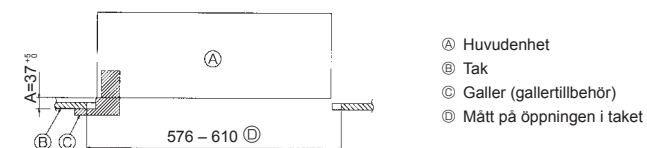

Fig. 4-6
3. När huvudenheten inte kan inrikas mot monteringshålet i taket kan den justeras med hjälp av en slits som finns på monteringsplåten. (Fig. 4-6)